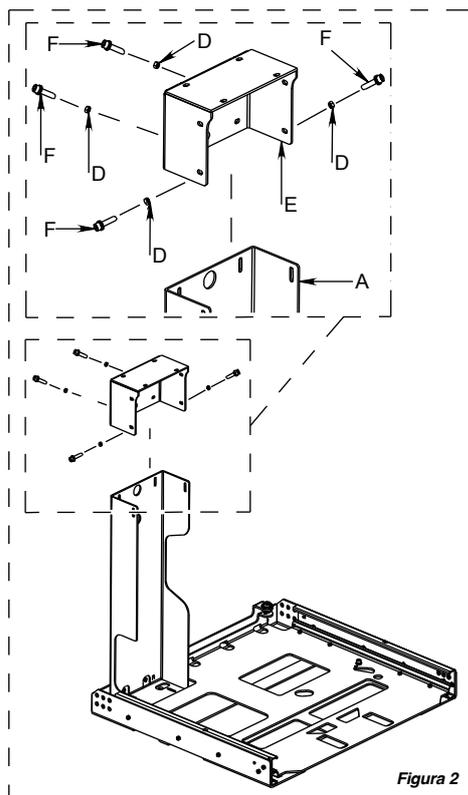

Figura 2
- Fissare ora, alla staffa A, il supporto E attraverso le viti in dotazione F (vite tc m6x12) e D (dado m6) (vedi figura 2). Utilizzare sempre i fori in alto. Nel caso dell'Insert Line 490, qualora vi fossero problemi di spazio all'interno della cappa è possibile utilizzare i fori in alto (a tal proposito vedere anche la Figura 7).